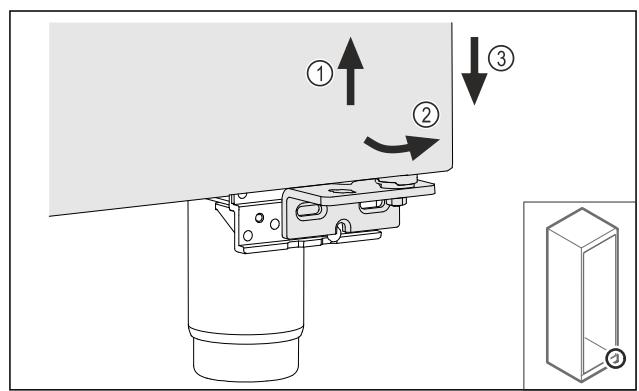

Fig. 21
- Ngrini derën paksa lart Fig. 21 (1), tërhiqeni nga përparrë në pjesën poshtë Fig. 21 (2) dhe uleni poshtë Fig. 21 (3).